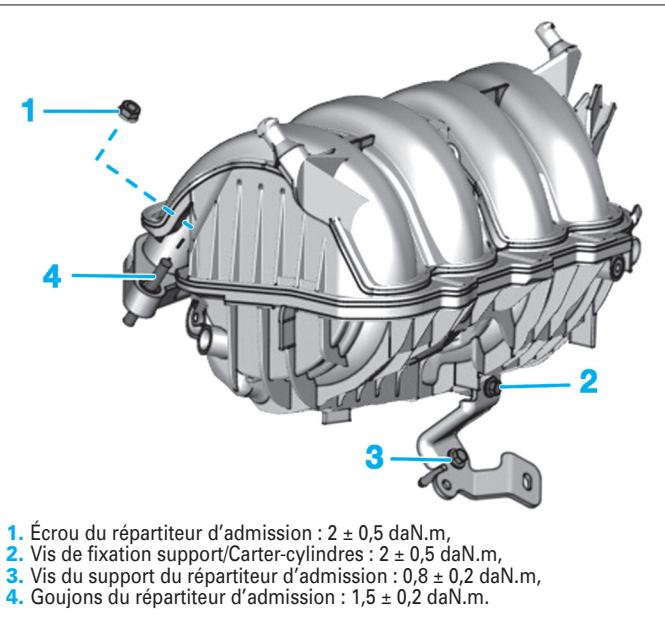

Fig. 69
- Serrer les vis aux couples de serrage (Fig.69).